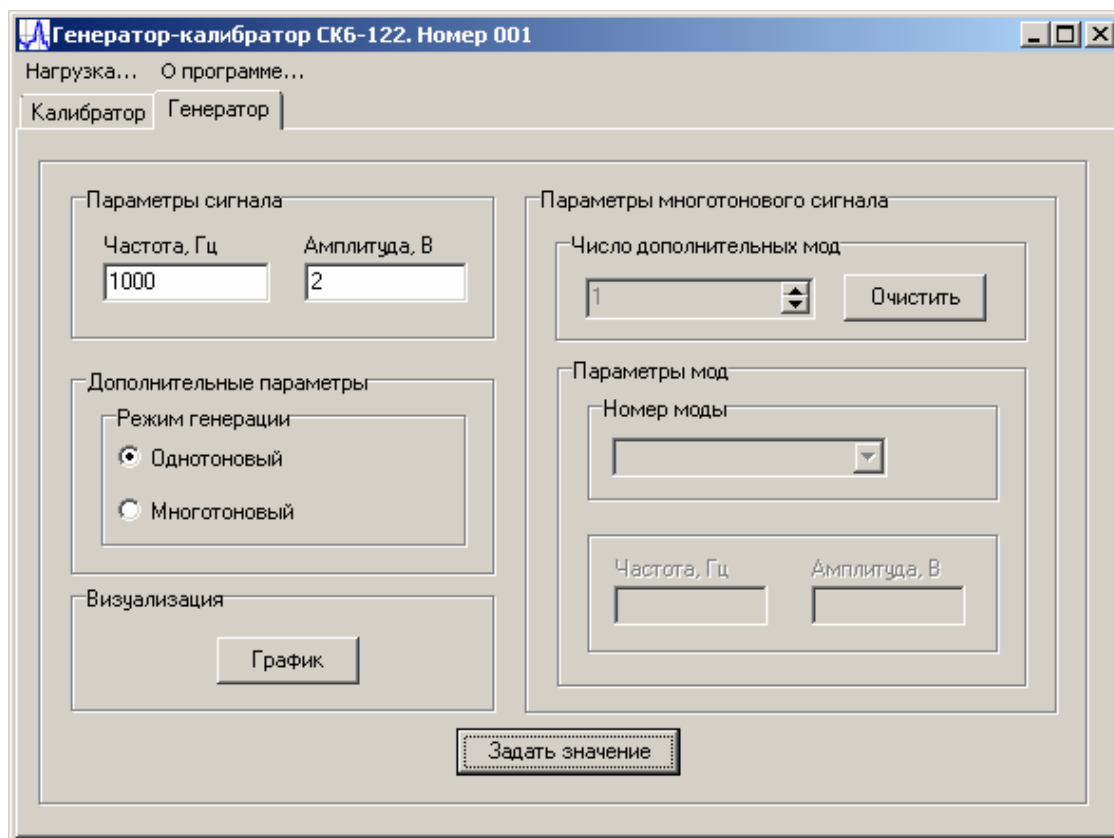
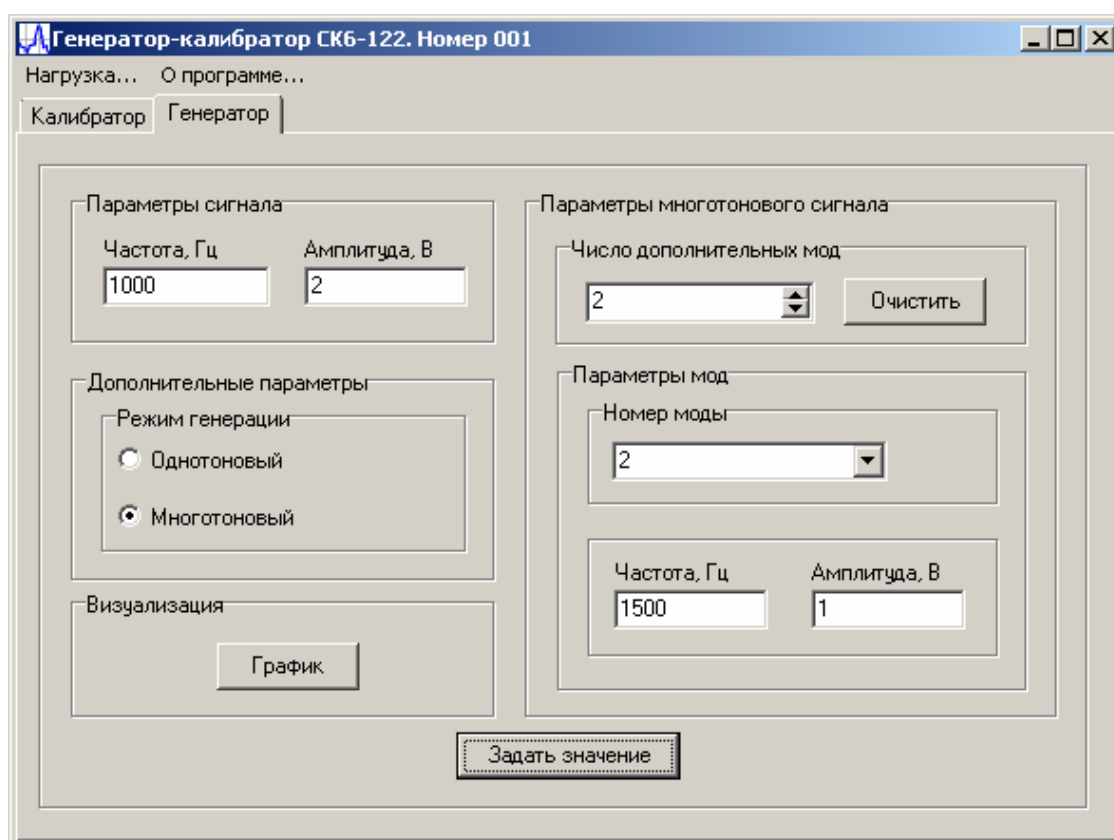

Рисунок 9. Вкладка «Генератор» программы управления СК6-122
Рисунок 10. Вкладка «Генератор». Многоугольный режим
5.5 Вкладка «Генератор» служит для управления генератором-калибратором СК6-122 в режиме генератора. На вкладке расположены следующие элементы управления и настройки (см. рисунок 9):
- область «Параметры многотонового сигнала» служит для задания параметров дополнительных мод. Область «Число дополнительных мод» содержит поле ввода, в котором стрелками можно выбрать число мод, и кнопку «Очистить», которая обнуляет частоту и амплитуду всех мод. Область «Параметры мод» служит для непосредственного задания частоты и амплитуды каждой моды. Для этого в выпадающем меню «Номер моды» необходимо указать номер моды, для которой будут заданы частота и амплитуда. В полях «Частота, Гц» и «Амплитуда, В» необходимо указать частоту и амплитуду моды (см рисунок 10).
Для работы прибора в режиме генератора необходимо переключиться на вкладку «Генератор» и выбрать режим работы – однотоновый или многотонный (см. рисунок 9). В однотоновом режиме необходимо указать частоту и амплитуду сигнала. В многотоновом – количество мод, частоту и амплитуду каждой моды (см. рисунок 10). Следует помнить о том, что в однотоновом режиме нормируются параметры собственных искажений, частоты и амплитуды, а в многотоновом только частота и амплитуда каждой моды.